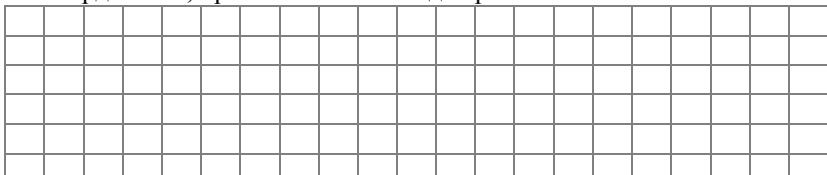

Рис. 5.3. Сетка для расчетных и опытных графиков $u_{c3}(t)$ и $i_3(t)$ заряда конденсатора
6. По опытным и расчёты данным построить графики $u_{c3}(t)$, $i_3(t)$ в одних координатах, привязав их к сетке для рис. 5.3.